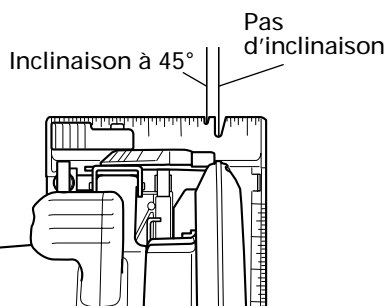

Fig. 14
1. Placer le corps (socle) de la scie sur le matériau, et, comme indiqué à la Fig. 14, aligner la ligne de coupe en pointillé sur la lame de scie, en utilisant l'encoche gravée à l'avant du socle. Ce rapport entre le socle et le matériau ne devra pas changer quelle que soit l'inclinaison du socle.
4. Incliner la scie vers l'avant et aligner l'encoche (Fig. 14) sur la ligne de guidage pré-marquée.